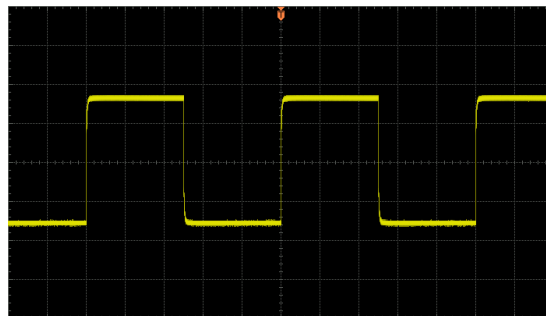

Bild 1-7 Rechteckspannung
5. Beobachten Sie die Signalform auf dem Bildschirm. Unter normalen Bedingungen wird jetzt ein einwandfreies Rechtecksignal wie im Bild 1-7 angezeigt.
6. In gleicher Weise verfahren sie, um die anderen Kanäle zu testen. Entspricht das Rechtecksignal nicht der im Bild 1-7 dargestellten Signalform, führen sie die im nächsten Abschnitt beschriebene "**Tastkopfkomensation**" durch.